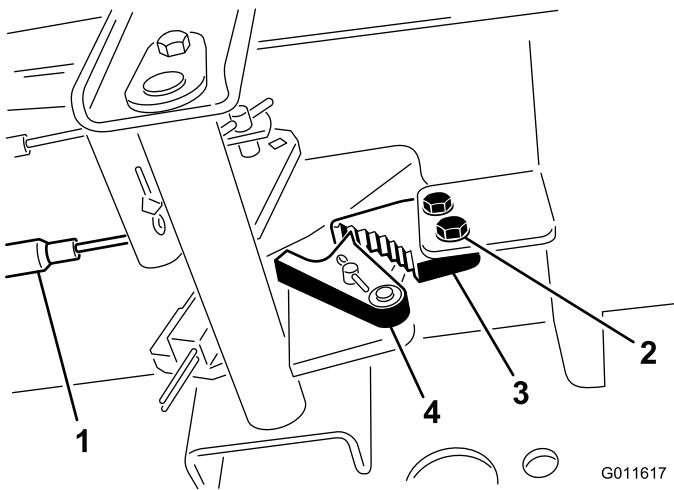

图57
2. 向前踩驻车刹车踏板，直到刹车卡槽完全接合刹车闸（图57）。
1. 松开将驻车刹车闸固定到机架的 2 个螺钉（图57）。